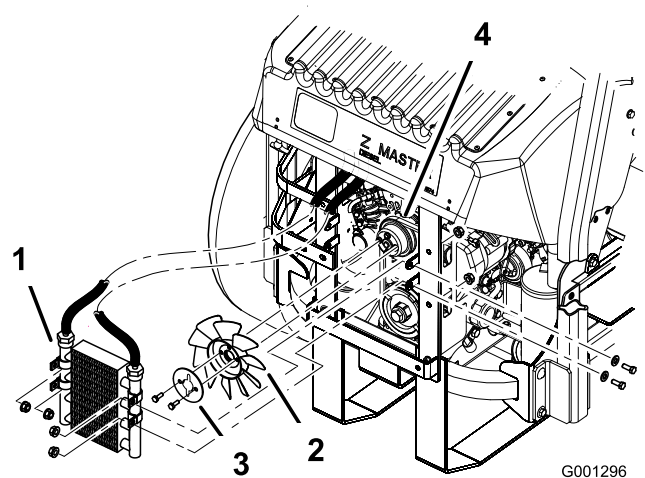

Figure 71
- Enlevez les 4 boulons de fixation du refroidisseur d'huile et placez ce dernier sur le côté (Figure 71).
- Enlevez les 2 boulons qui fixent le ventilateur et la plaque du ventilateur à la machine (Figure 71).
- Montez le ventilateur et sa plaque sur la machine au moyen des 2 boulons retirés précédemment (Figure 71).
11. Remontez le refroidisseur d'huile au moyen des 4 boulons retirés précédemment (Figure 71).